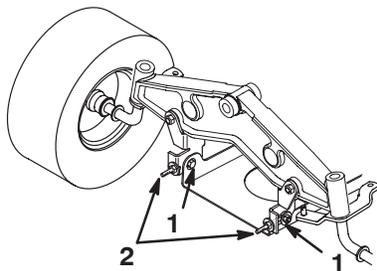

Figure 52
10. Desserrez légèrement les boulons de fixation de la plaque de pivot avant (Fig. 52).
11. Tournez les contre-écrous des boulons à œil pour modifier le réglage (Fig. 52).
12. Après avoir réglé uniformément les contre-écrous des deux boulons à œil, contrôlez de nouveau l'inclinaison avant/arrière. Poursuivez le réglage des boulons à œil jusqu'à ce que la pointe avant de la lame soit de 0 à 9 mm plus bas que la pointe arrière (Fig. 52).
13. Quand l'inclinaison avant/arrière est correcte, resserrez les boulons de fixation de la plaque de pivot (Fig. 52).